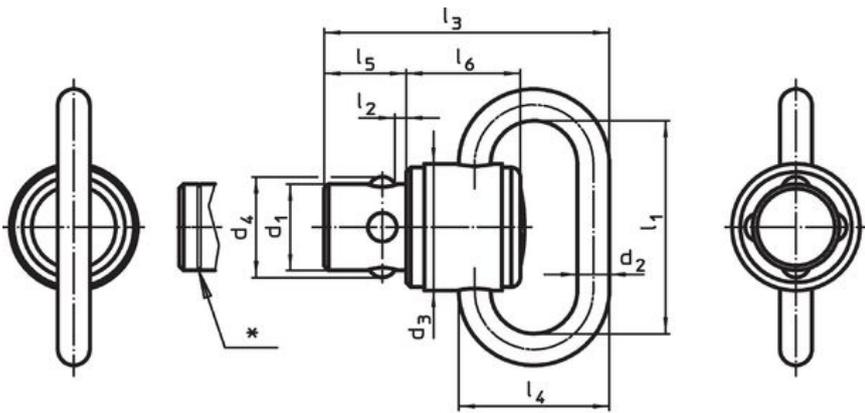

図 1
位置I₁（ブッシュ図2,3,4）もしくはI₂（ボールロックコネクター図1）=1.5mmの場合目印溝付
* l₁ (図2,3,4), l₂ (図1)= 1,5 mmの場合マーキング付
ボール・ロックコネクター - 図 1